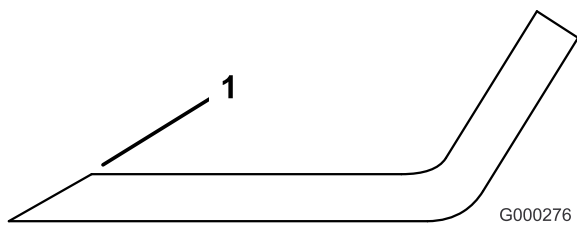

Bild 79
1. Schärfen Sie die Schnittkante an beiden Enden des Schnittmessers mit einer Feile (Bild 79). Behalten Sie den ursprünglichen Winkel bei. Das Schnittmesser behält seine Auswuchtung bei, wenn von beiden Schnittkanten die gleiche Materialmenge entfernt wird.